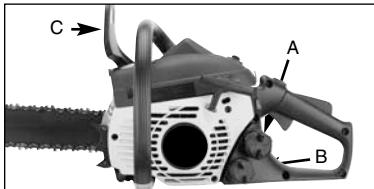

Рис. 8
1. Наполните топливный резервуар (A) топливной смесью нужного состава. (Рис.8).
2. Наполните масляный резервуар (B) соответствующим маслом для смазки цепи и шины (Рис. 8).
3. Прежде чем начинать работу с пилой, убедитесь, что тормоз цепи отключен (C) (Рис. 8).